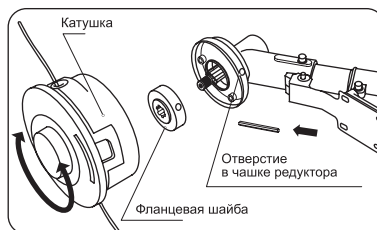

Рис. 9
- Снимите чашку с вала, прижимную шайбу, оставив фланцевую шайбу (Рис. 9).